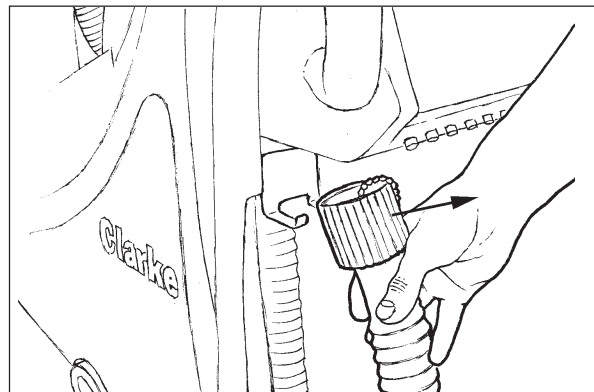

Figure 8
4. Décrochez la valve du tuyau d'évacuation du réservoir de récupération de son crochet de support et déposez l'extrémité libre sur le sol (Voir figure 8.)